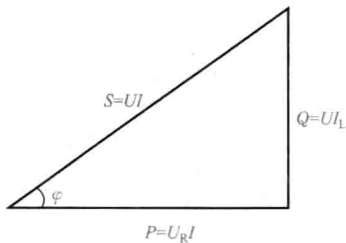

图 1-4 3 种功率之间的关系
在交流电路里，功率分为有功功率 P 、无功功率 Q 及视在功率 S 共 3 种。有功功率 P 又称阻性功率，单位为瓦 (W) 或千瓦 (kW)；视在功率一般在交流阻抗 (Z) 电路中出现，可谓总功率，单位为伏安 (VA) 或千伏安 (kVA)；无功功率即电磁转换功率，单位为乏 (var) 或千乏 (kvar)。3 种功率之间的关系如图 1-4 所示。